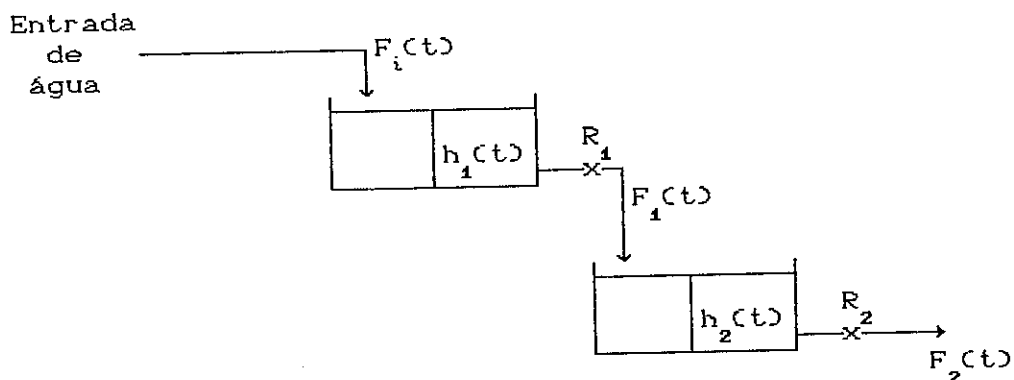

FIGURA V.1.
V.1. Considere o sistema de nível de líquido mostrado na FIGURA V.1.. Os tanques NÃO apresentam interação. Sabe-se que: